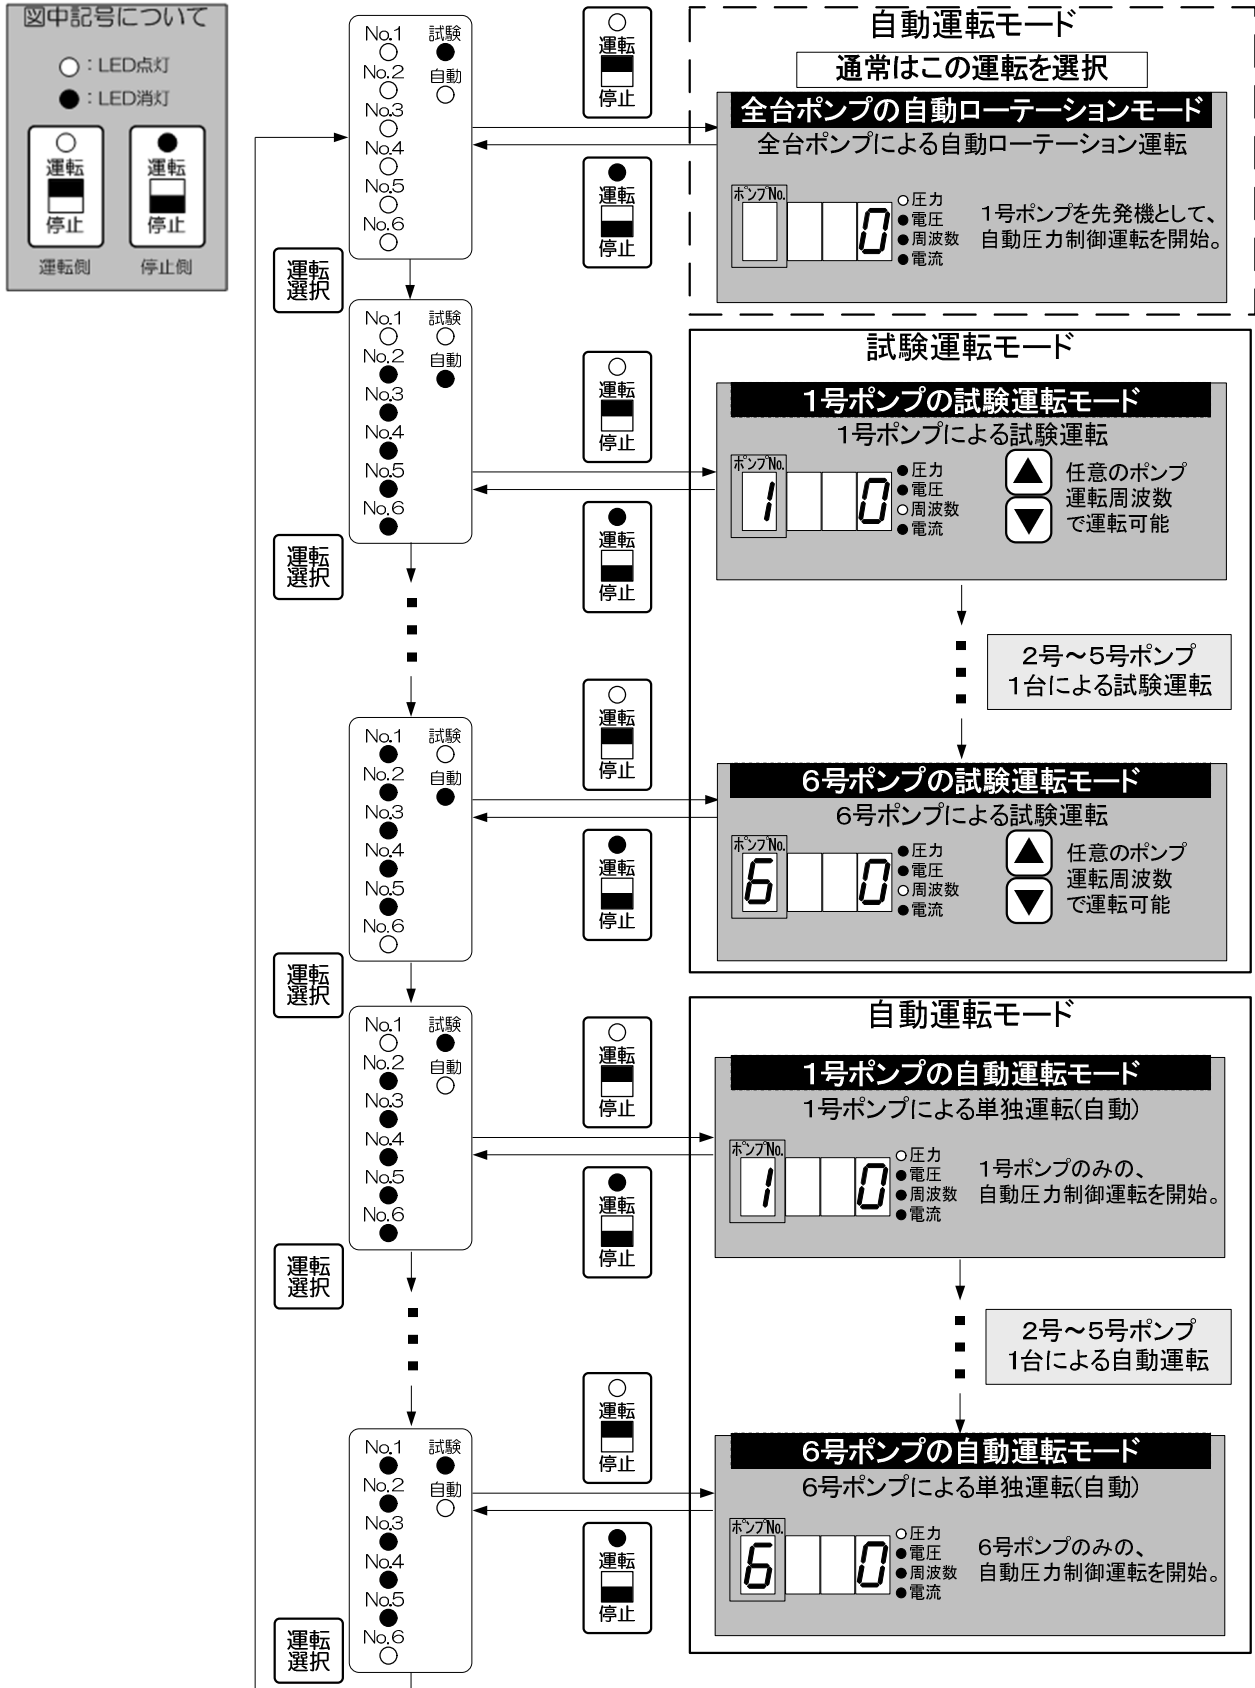

図 6-11 運転モードの操作方法
- (1) 小水量時停止機能付の場合は、圧力タンク用三方弁を操作し、圧力タンク側への通水を閉じてください。
- (2) 【運転停止スイッチ】が、停止側になっていることを確認してください。
- (3)  ボタンを何回か押して、「1号ポンプの試験運転モード」にしてください。(図 6-11 参照)
- (4) 【運転停止スイッチ】を、運転側に切替えます。
- (5)   ボタンを押して、運転周波数を変化させ、ポンプの回転速度が変化することを、ご確認ください。
- (6) 【運転停止スイッチ】を停止側に切替えて、ポンプを停止させてください。
- (7)  ボタンを1回押して、「2号ポンプの試験運転モード」にしてください。(図 6-11 参照)